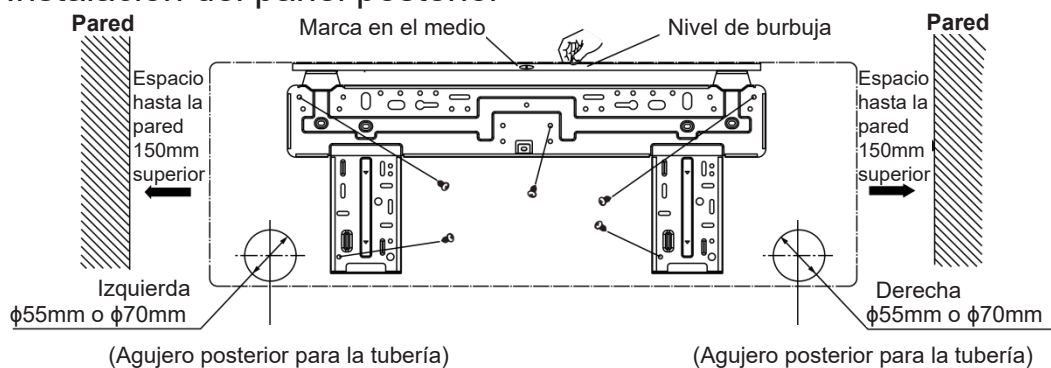

Fig. 4.2
- ① Busque la posición horizontal mediante el método “seton”; dado que el tubo de drenaje se encuentra en el lado izquierdo, es necesario ajustar el panel posterior para que su lado izquierdo quede un poco por debajo.
- ② Fije el panel posterior a la pared con tornillos.
- ③ Después de instalar el panel posterior, tire del mismo para comprobar si está lo suficientemente fijado. El panel para colgar debe soportar el peso de un adulto (60 kg), y el peso compartido por cada tornillo debe ser bastante uniforme.
- ④ El diámetro mostrado en la Fig.4.2 es de 65mm.
- (1) Haga un agujero ($\Phi 65\text{mm}$) para las tuberías en la pared ligeramente inclinado hacia abajo en el lado exterior. El centro del orificio debe determinarse consultando la Fig.4.2.
- (2) Introduzca el revestimiento de protección en el agujero para evitar que el cableado y la tubería conectados se dañen cuando atraviesen el agujero.